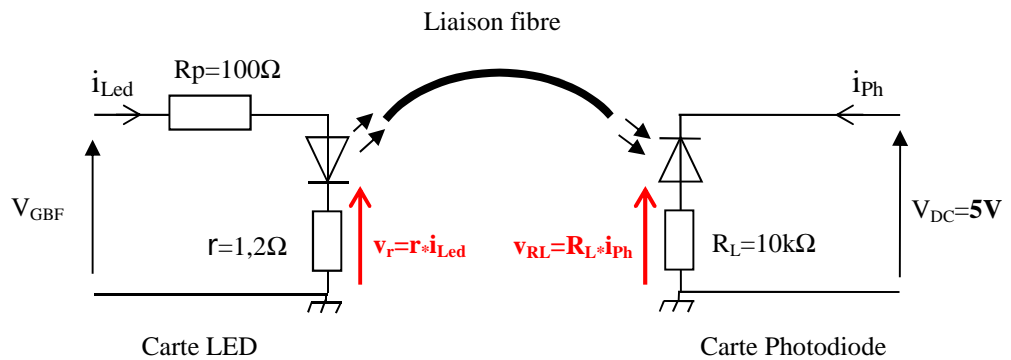

Figure 3. Schéma de principe du montage
- Appliquer le signal du GBF V_{GBF} à la « carte LED » (**Figure 3**).